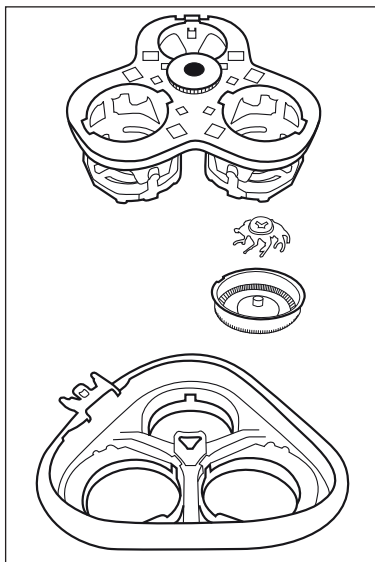

Figura 1
- 1) Presione el botón de desencastre ④. Tras esto, la unidad de cuchillas ② se suelta.
- 2) Tire ligeramente de la unidad de cuchillas ② para poder extraerla hacia arriba.
- 3) Presione ligeramente la rueda dentada negra hacia abajo y gírela cuidadosamente en sentido antihorario hasta que pueda extraerse el soporte de los cabezales de corte (consulte la figura 1).
- 5) Vuelva a montar la unidad de cuchillas ②. Para ello, consulte la figura 1:
- Inserte los 3 cabezales de corte en los alojamientos de la unidad de cuchillas ②. Para ello, procure que las muescas del borde de los cabezales de corte queden encajadas en los encastrados del orificio.